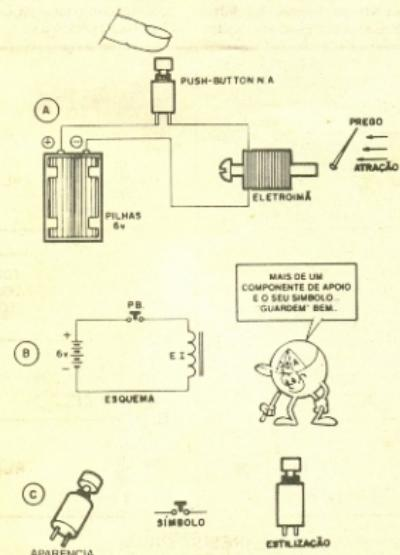

Fig. 10'
- FIG. 10-A - Uma vez concluído o nosso ELETROIMÃ, interligue-o a um suporte contendo 4 pilhas pequenas, intercalando, num dos fios (não importa qual, no caso...) um interruptor de pressão (push-button), conforme mostra a figura. Pressionando brevemente o "botão" do interruptor (este é uma chave que apenas fica "ligada" ou "fechada" enquanto o dedo do operador mantiver a pressão sobre o "botão" ...), a corrente fornecida pelas pilhas circulará pela bobina, magnetizando o núcleo (parafuso de ferro). É fácil comprovar a "recém criada" propriedade magnética do núcleo (parafuso), bastando aproximar de uma de suas extremidades, pregos ou alfinetes de ferro ou outro material ferroso. Estes serão fortemente atraídos pelo nosso eletroimã! Liberando-se o botão do interruptor, cessa a corrente através da bobina e deixa de existir a força magnética que atraía os pregos ou alfinetes. Comprove...
- FIG. 10-B - Diagrama esquemático do arranjo experimental da figura anterior (10-A). O símbolo das pilhas nôs já aprendemos em "Aulas" ante-
- **FIG. 10-C** - Aí está o tal **push-button**, em aparência, simbolo e estilização (maneira simplificada de desenhar a peça nos "chapeados", adotada pelos autores de ABC). Conforme já mencionamos, trata-se de um simples interruptor ou chave do tipo "momentâneo", ou seja: está normalmente desligado, ou aberto (daí a codificação do seu tipo, como "N.A.", que quer dizer, justamente, "Normalmente Aberto"...). Quando se aperta o dedo sobre o botão, internamente uma mola permite o contato de duas partes metálicas ligadas aos terminais externos, proporcionando assim um percurso livre para a corrente... Soltando-se o botão, a corrente é automaticamente interrompida, pois desfaz-se o contato elétrico interno...